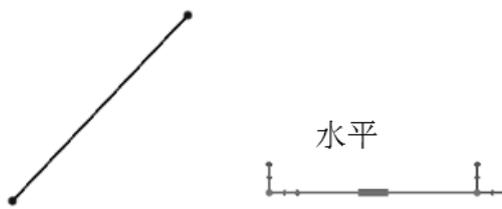

图 2-36 水平约束
(6) 水平 : 约束一条或多条线, 使之水平放置, 如图 2-36 所示。